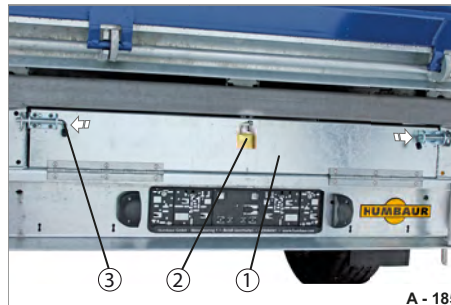

Abb. 196 Auffahrbohlen-Schächte gesichert
- ▶ Verriegeln Sie die Klappe (Abb. 196/1) mit den Federriegeln (Abb. 196/2).
- ▶ Schließen Sie ggf. die Klappe mit einem Vorhängeschloss (Abb. 196/3) ab - als Diebstahlschutz. Die Auffahrbohlen sind gesichert.